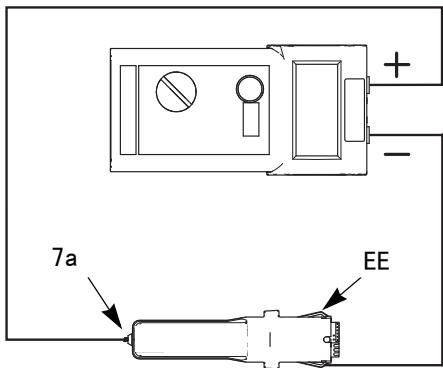

图 15. 测试供电电源的电阻
1. 卸下供电电源 (7)。请参见**供电电源拆卸与更换**(第 33 页)。
2. 卸下供电电源的涡轮 (8)。请参见**涡轮拆卸与更换**(第 34 页)。
3. 测量从供电电源的接地片 (EE) 到弹簧 (7a) 的电阻。电压为 85kV 的喷枪的电阻应为 130–160 兆欧。参见图 15。